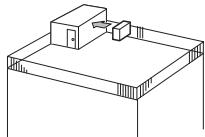

Fig. 2-3
- ① Richt de luchtauitlaat naar de dichterbijzijnde muur, op ongeveer 35 cm van de muur. (Fig. 2-3)